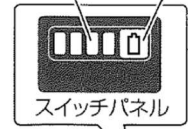

図 F-6
- ・ バッテリーには電池残量表示ランプがあり、バッテリー単体時、本体取付け時のどちらでも電池残量を確認することができます。(図 F-6)